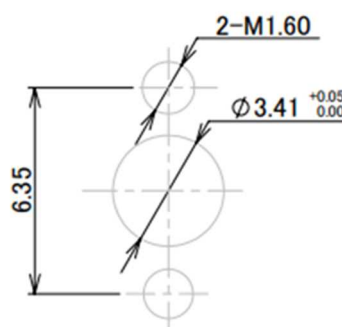

図.2 製品寸法
1. 検査アダプタを取り付ける JIG の設計については、図.2, 6, 7 を参考に実施して下さい。